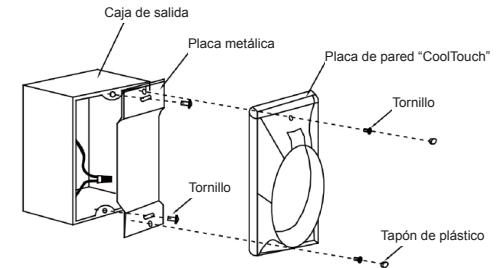

Figura 25
Paso 2. Instale la placa de metal y la placa de pared “CoolTouch” en la caja de salida existente en la pared con los 4 tornillos provistos. Luego coloque los dos tapones de plástico en la placa de pared. (Figura 25)